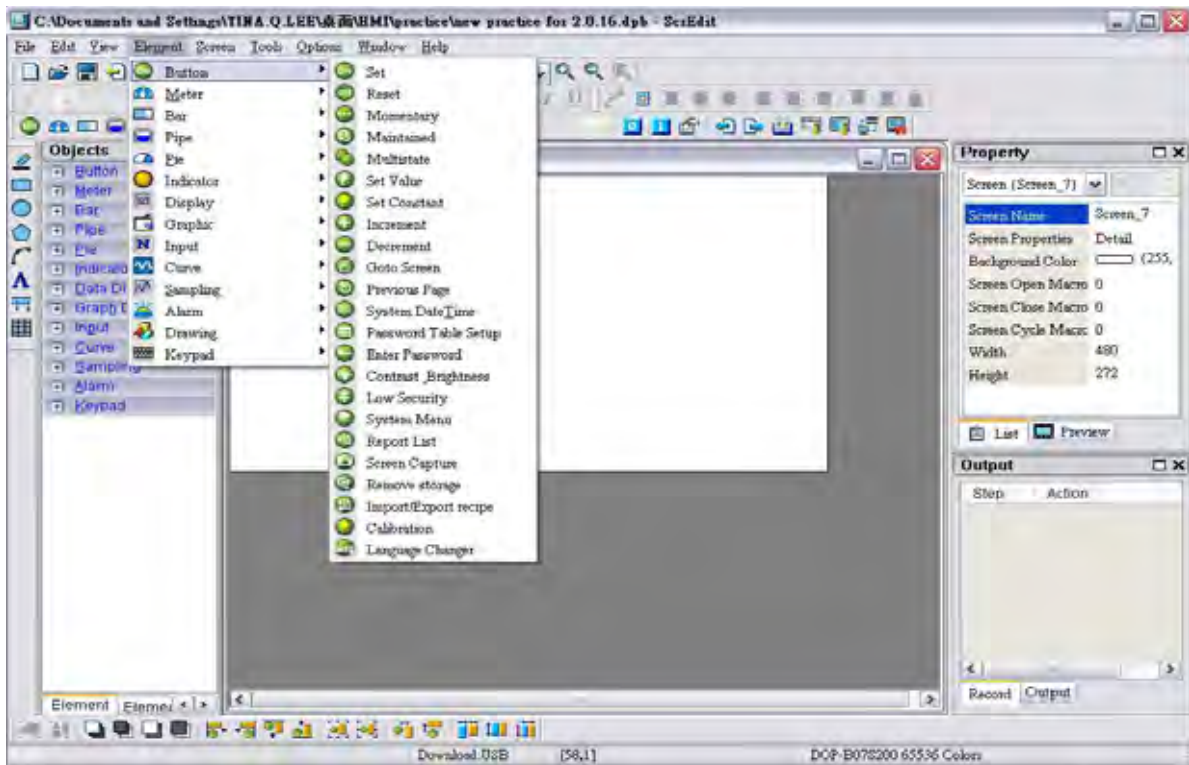

Fig. 3-8-2 Escolha o comando Elemento na barra de menu
2. Escolha o comando Elemento na barra de menu como na Fig. 3-8-2.